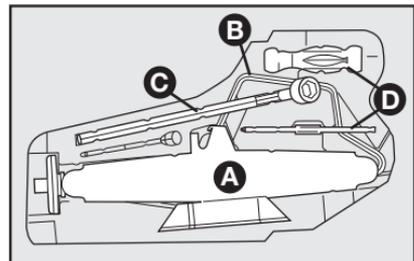

fig. 5
- Quite el crique **A-fig. 5**, llave de accionamiento del crique **B-fig. 5**, llave de rueda **C-fig. 5** y la llave con prolongación, ubicada detrás del crique.